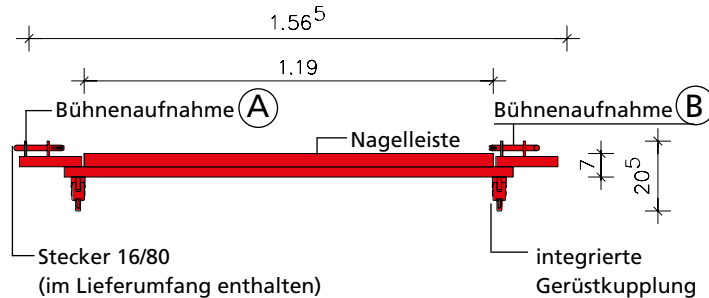
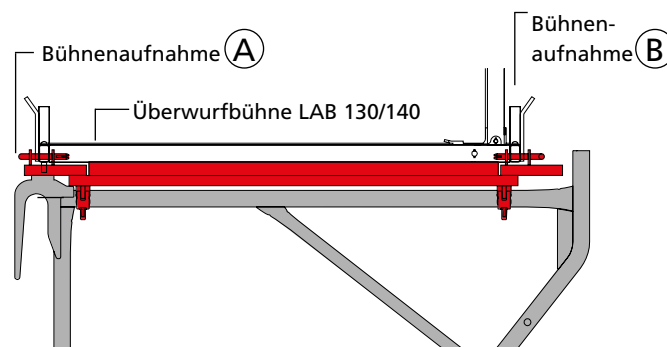

Abb. 32.1
Abb. 32.2
- Hierbei muss die Bühnenaufnahme (A) des Kombi-aufsatzes (Abb. 32.1) über dem Einhängehaken der Konsole liegen. Die Überwurfbühne LAB 130/240 ist somit um ca. 6,5 cm nach vorne versetzt und kollidiert nicht mit dem Geländer der angrenzenden Bühne (Abb. 32.2).